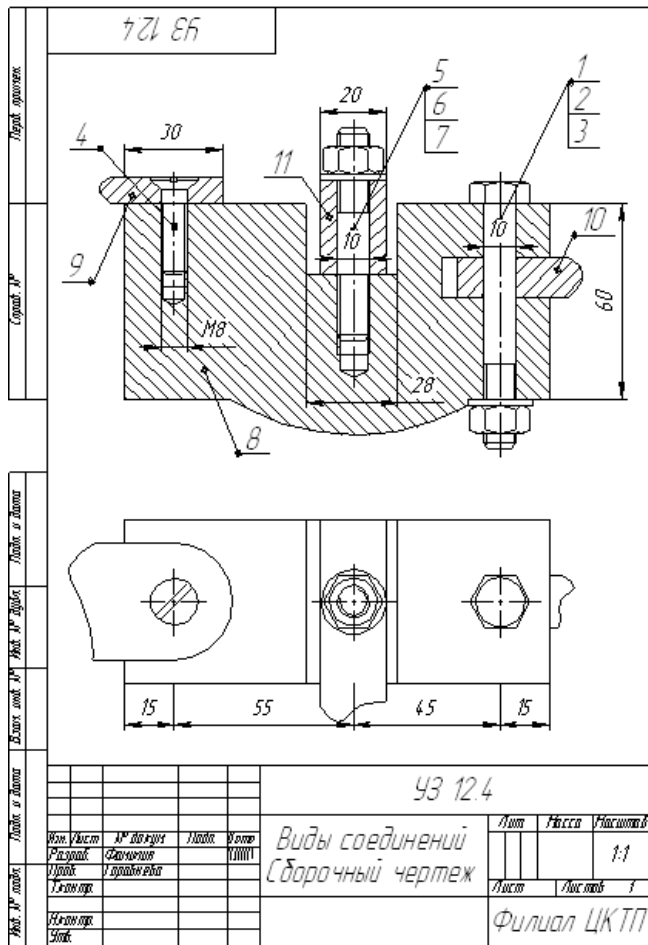

Рис. 7. Окончательный чертеж
4. Вставьте *Набор с болтом2* в чертеж (смотрите *Рис. 7*).